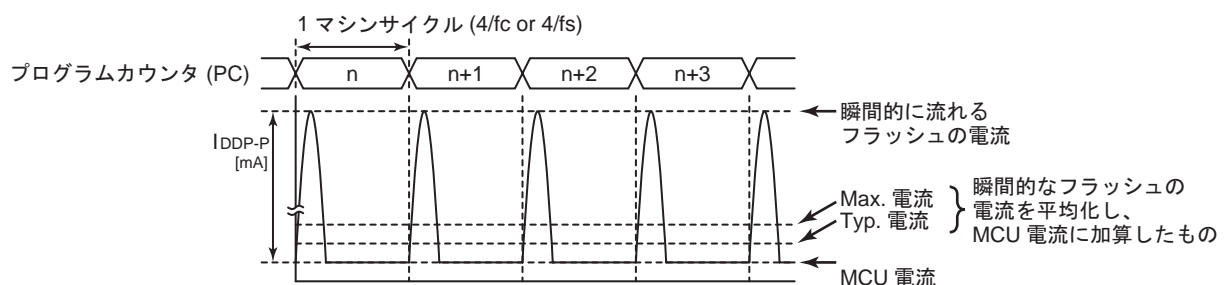

図 17-1 フラッシュメモリの間欠動作
- 注 4) フラッシュメモリでプログラムが動作しているとき、またはフラッシュメモリからデータをリードしているとき、フラッシュメモリは間欠動作を行いますので、瞬間的に図 17-1 のようなピーク電流が流れます。よってこの場合の電源電流 I_{DD}(NORMAL1/2、SLOW1 モード時) は、ピーク電流を平均化した電流値と MCU 電流の和となります。